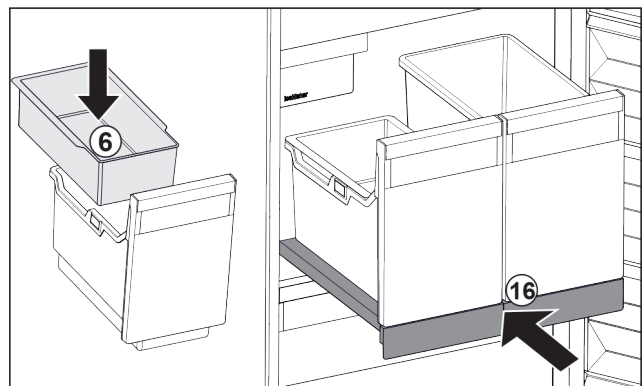

Fig. 36
- ▶ Вставити підвісний лоток Fig. 36 (6) для кубиків льоду.
- ▶ Вставити витяжну панель з резервуаром (IceTower). Fig. 36 (16)